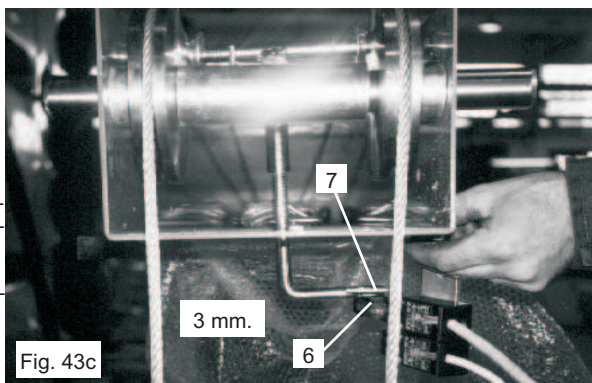

Fig. 43c
3-Orientare la testina del microinterruttore di sicurezza (6) fino a che fra questa e il piattino (7) di azionamento del sensore vi sia una distanza minima di 3 mm.(Fig. 43c).
3-Position the safety microswitch head (6) until that between this and the starting sensor plate(7) there is a minimum distance of 3 mm. (Fig. 43c).